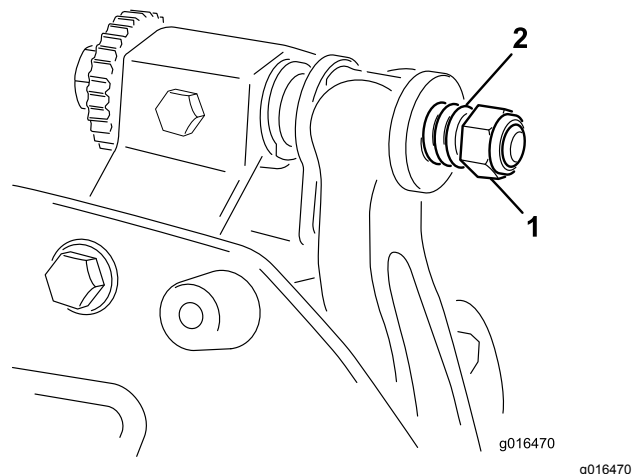

**Figura 15**
Considerate 2 rondelle in nylon e 1 rondella in acciaio su ciascun lato della barra di appoggio (Figura 15).
3. Collocate una rondella in nylon su ciascun lato della flangia di estremità della piastra laterale. Posizionate una rondella in acciaio all'esterno di ciascuna rondella in nylon (Figura 15).